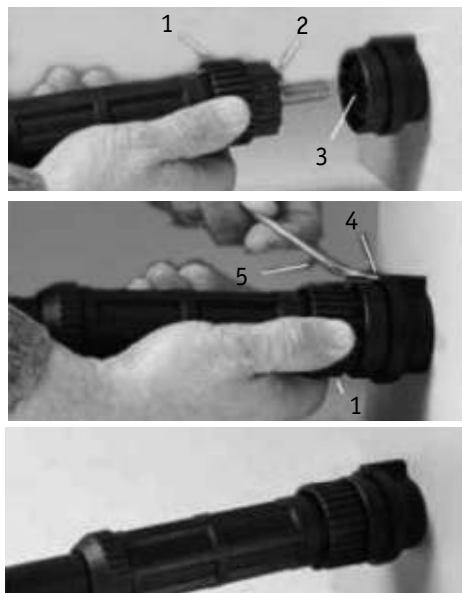

Рис. 5
Вставьте пл змотрон в гнездо и нажмите на него. Обратите внимание, чтобы выступ (1), имеющийся на пл змотроне, совпал с пазом (3) на гнезде (рис. 5).